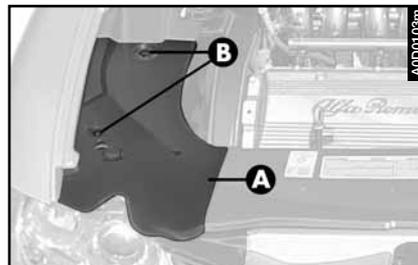

fig. 12
Pour accéder au bouchon de la goulotte de remplissage du réservoir lave-glace/lave-phares, enlever la couverture (A-fig. 12) après avoir tourné les pions (B).